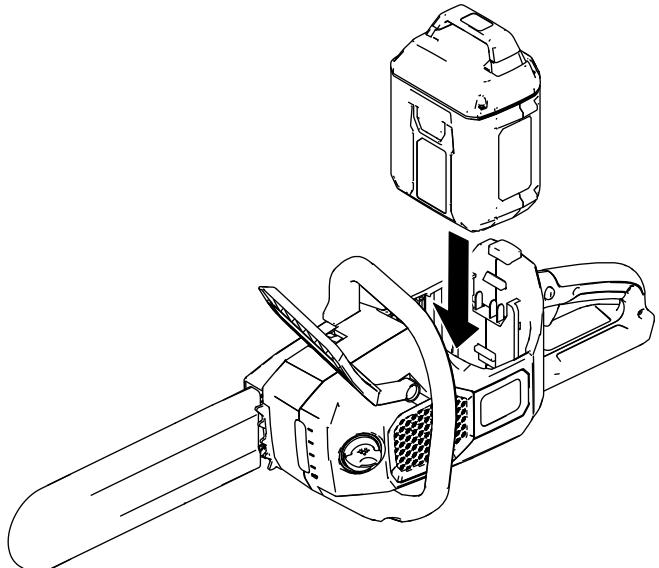

Bild 22
2. Fluchten Sie die Zunge des Akkupacks mit dem Akkupackfach in der Kettensäge aus (Bild 22).